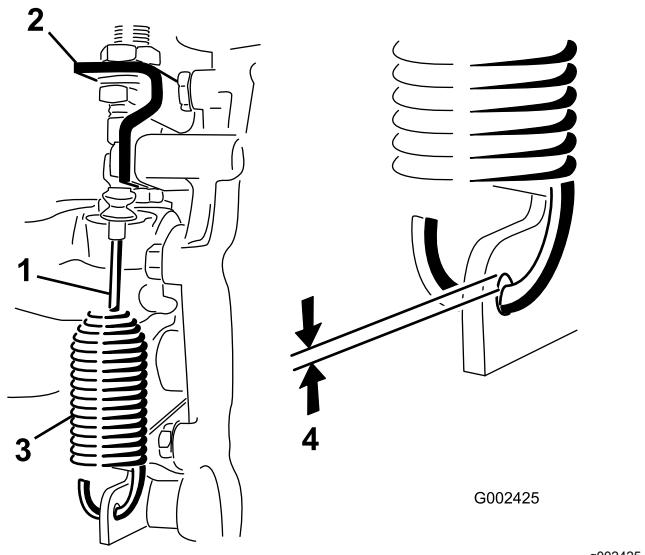

図 54
2. デファレンシャルロックケーブルをトランスアクスルのブラケットに固定しているジャムナットをゆるめる図54。